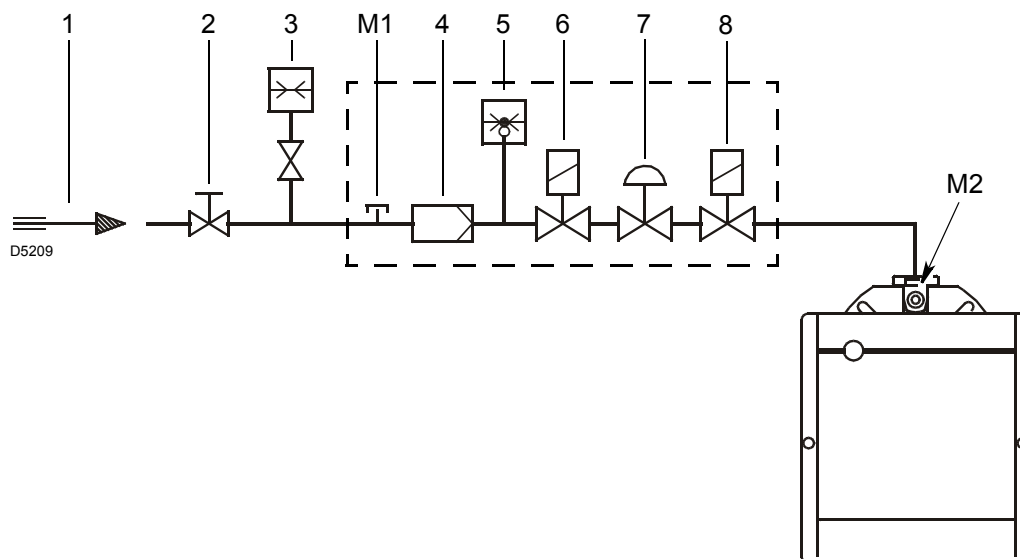

Fig. 16
Tegnforklaring (Fig. 16)
Gasstrykk målt ved kontakten M2)(Fig. 16), med:
- trekk fra trykket til gassen ved kontakten M2)(Fig. 16) trykket i forbrenningskammeret.
Trykk til gassen ved kontakten M2)(Fig. 16) = 10 mbar
For derimot å kjenne gasstrykket som er nødvendig ved kontakten M2)(Fig. 16), for gitt maksimal effekt for modulering som en ønsker brenneren skal arbeide med:
- Les av til høyre, i kolonnen 1, trykket ved kontakten M2)(Fig. 16).